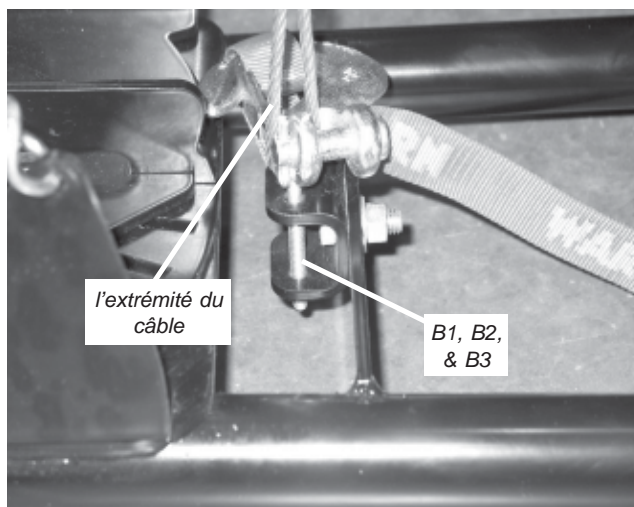

Figure 2. Crochet fileté et câble de treuil
2. Faites passer le câble du treuil par-dessus le guide-câble à rouleaux et vers le bas, jusqu'au support de crochet fileté (A1). Utilisez un crochet fileté de 1/4 po de diam. (B1) et accrochez la boucle à l'extrémité du câble du treuil, puis glissez l'extrémité filetée du crochet fileté dans les trous ronds du support de crochet fileté. Le côté crochet du crochet fileté doit glisser dans le trou allongé du support de crochet fileté. Terminez l'extrémité du crochet fileté avec une rondelle plate de 1/4 po de diam. (B2) et un écrou à frein élastique de 1/4 po de diam. (B3). Serrez l'écrou jusqu'à ce que le câble du treuil soit bien pris dans le crochet fileté, tel qu'indiqué à la figure 2.